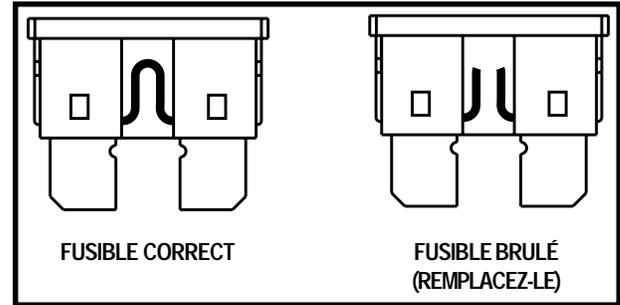

Figure 21. Fusible
- Examinez-le pour vérifier s'il est brûlé. Voir la figure 21.